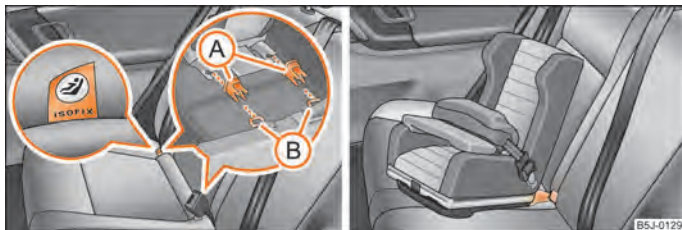

Fig. 116 Anillos de retención (sistema ISOFIX)/introducir el asiento infantil ISOFIX en los conos de alojamiento montados
- Introduzca los conos receptores (A) en las argollas de sujeción (B) entre el respaldo y la banqueta ⇒ fig. 116.
- Empuje los reposabrazos del asiento infantil en las argollas de sujeción hasta que encaje de forma audible ⇒ fig. 116.